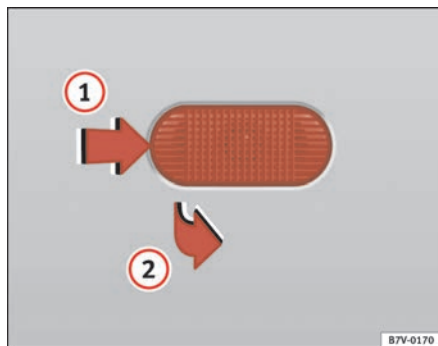

Fig. 162 Intermitente lateral
- Desplace el intermitente hacia delante (1) ⇒ fig. 162 y extráigalo (2).